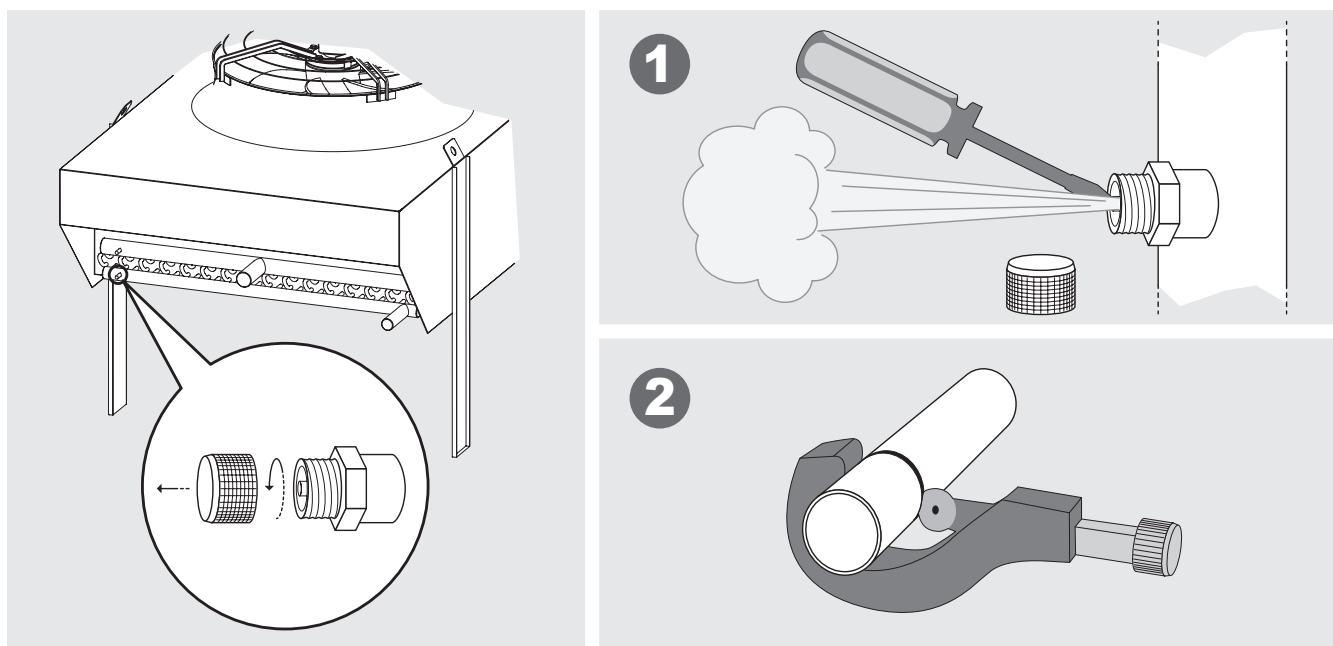

Figura 7
- 6.13 Para los condensadores KCEK y los enfriadores de gas KCES, antes de cortar los manguitos de entrada y/o salida, descargue la presión de precarga (unos 2 bares) del intercambiador. Véase Figura 7.